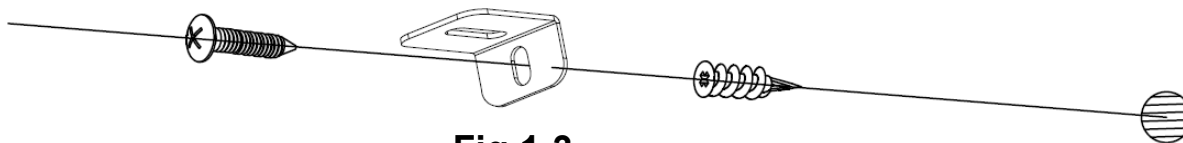

Fig 1-3
C. Den Kunststoffanker (**C**) in der trockenen Wand montieren, danach die längere Schraube (**B**) (im Lieferumfang enthalten) durch die Öffnung in der „L“-Stütze im Anker montieren, um die Feuerstelle an der Wand zu befestigen (**Fig 1-3**).